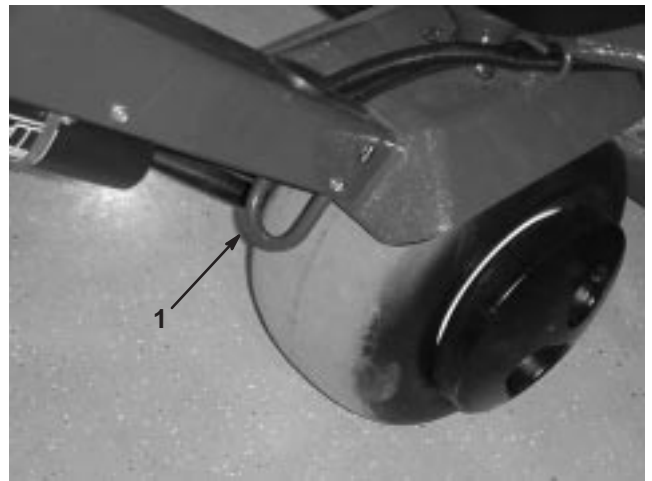

Figure 33
- Arrimez solidement l'aérateur (Fig. 33–35) sur la remorque ou le camion à l'aide de sangles, chaînes, câbles ou cordes.